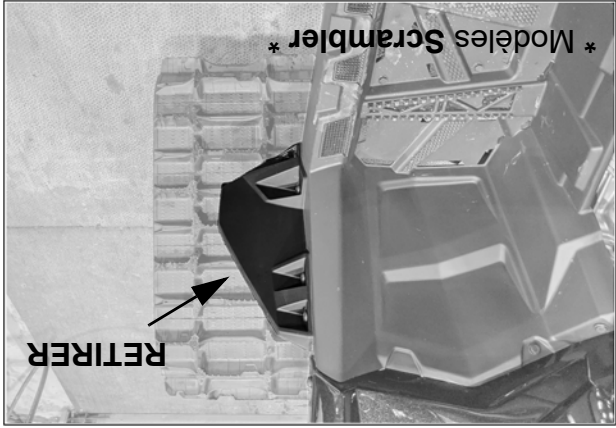

Fig. 23
1. Modèles POLARIS SCRAMBLER: Pour éviter tout contact possible entre les systèmes de traction et les marche-pieds du véhicule, les extensions d'aile arrière fixées aux marche-pieds doivent être retirées. Cette modification permettra d'éviter tout dommage à l'esthétique du véhicule ou aux systèmes de traction. Voir la Fig. 23